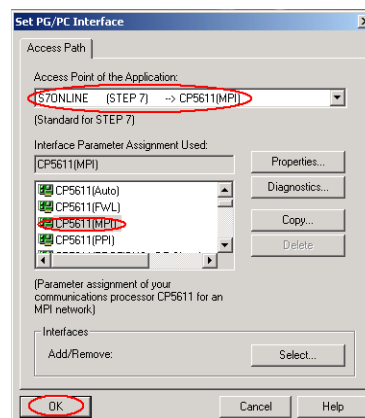

图 2.1.11
- (1) . 面板没有切换到传送模式；
- (2) . 面板的 MPI/Profibus 通讯参数设置错误，检查地址和波特率设置；
- (3) . 电缆故障；
- (4) . 与网络中的其他设备 MPI/Profibus 地址发生冲突。
5. 点击诊断设置窗口中的” OK” 按钮来关闭诊断窗口，然后点击 Setting PG/PC Interface 设置窗口中的” OK” 按钮来确保建立应用程序访问点 S7ONLINE (STEP 7)同设备 CP5611 (MPI)的关联，如图 2.1.11 所示。